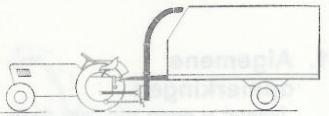

Abb. 6
3. Die Parallelanhebung des MW erfolgt im Normalfall nach Abb. 6.
3. Fig. 6 shows how the Mais-Wolf is lifted parallel under normal conditions.
3. Normalement le relevage parallèle du Mais-Wolf (MW) s'effectue selon la fig. 6.
3. Il sollevamento parallelo dell'MW ha luogo normalmente secondo la fig. 6.
3. Voor het evenwijdig heffen van de Mais-Wolf gaat men volgens fig. 6 te werk.